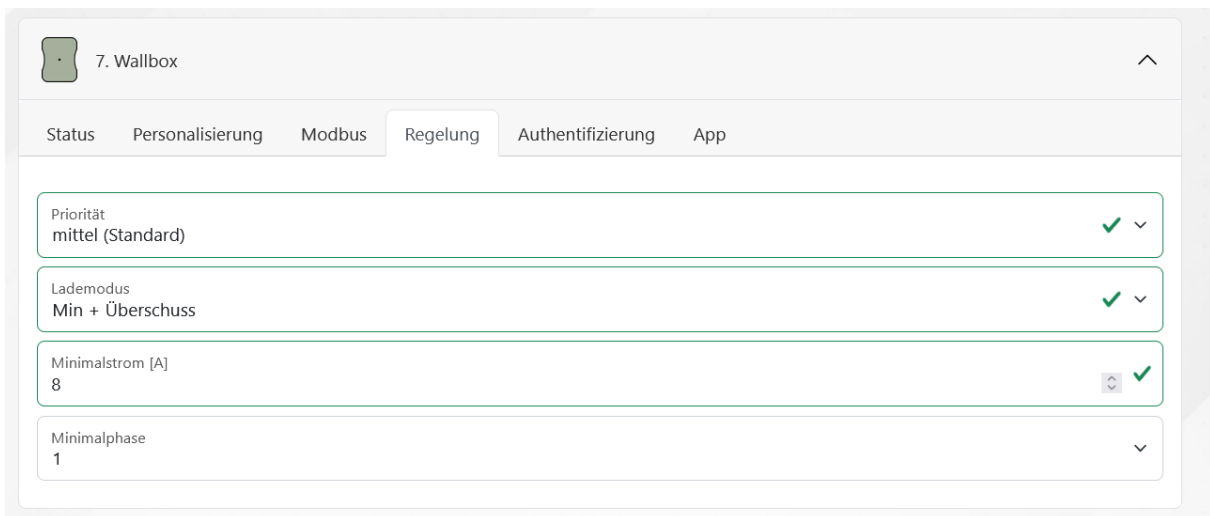

Abbildung 12: Erweiterte Einstellmöglichkeiten "Min + Überschuss"
**Min + Überschuss** Ihr Fahrzeug wird in diesem Modus immer mit einem einstellbaren Mindeststrom (Abbildung 12) geladen, da es diesen Strom aus dem Netz bezieht, falls die Erzeugeranlage gerade keinen Überschuss produziert. Ist der Überschuss der Erzeugeranlage groß genug, wird der generierte Strom bzw. die Leistung genutzt, um ihr Fahrzeug zu laden. Der Mindeststrom kann über die Weboberfläche oder die ChargeConnect App angepasst werden.
In unserem Beispiel aus Abbildung 12 würde mindestens auf einer Phase 8 A aus dem Netz bezogen werden, falls gerade kein Überschuss der Erzeugeranlagen vorhanden ist. Liefert die Anlage genug Ladeleistung würde sich der Ladestrom des Fahrzeugs erhöhen und ggf. auf 3 Phasen erweitert, um die selbsterzeugte Leistung optimal auszunutzen.